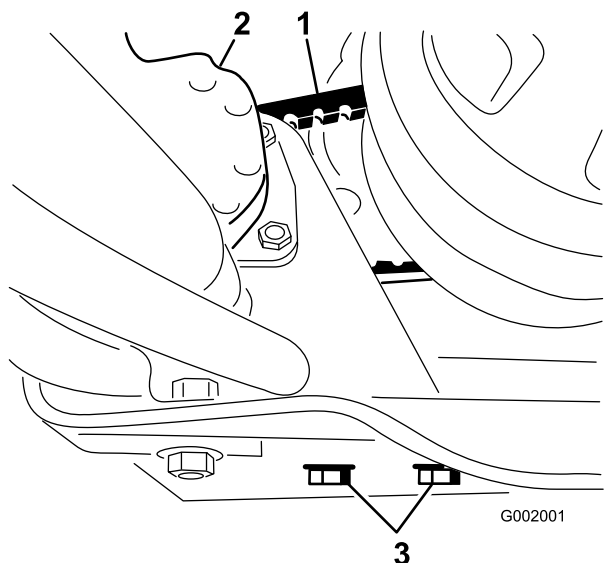

図 62
- ステアリング・ポンプの取り付けボルトをゆるめる (図 62)。